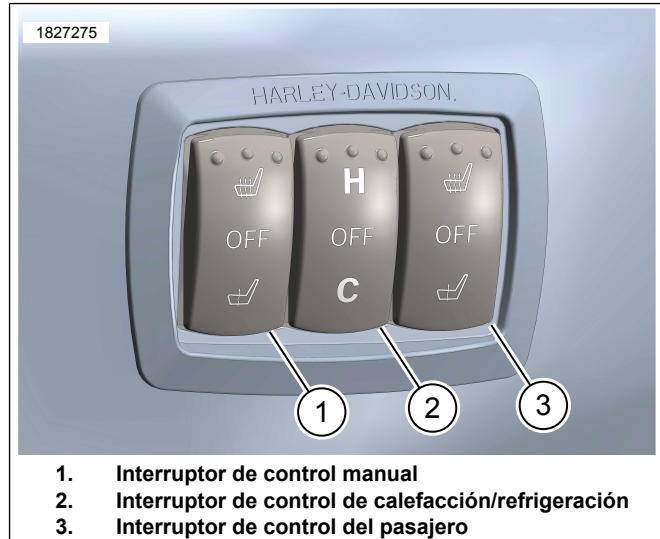

Figura 3. Interruptores de control de la calefacción/refrigeración del asiento
1. Vea la Figura 3. Interruptores (1, 3):
- d. El control del conductor (1) se encuentra más cerca de la posición de asiento del conductor.
- e. El control del pasajero (3) se encuentra más cerca de la posición de asiento del pasajero.
2. Vea la Figura 3. Interruptor (2):